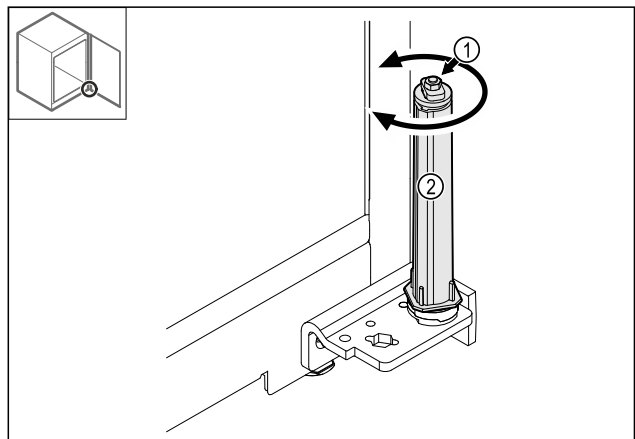

Fig. 40
- ▶ Neardykite uždarymo sistemos srieginės jungties Fig. 40 (1).
- ▶ Sukite uždarymo sistemą Fig. 40 (2), kol ji užsifiksuos.